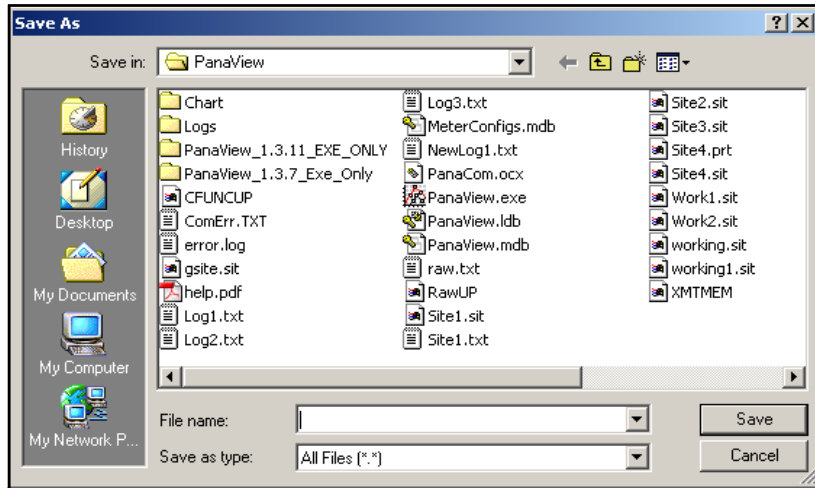

Figura 13: Guardar los datos de la matriz de señales en un archivo
- Si hace doble clic en *A archivo*, se abrirá otra ventana similar a la *de la Figura 13*. Introduzca un nombre de archivo y haga clic en [Guardar]. PanaView guarda los datos de la matriz en un archivo de Windows y cierra la ventana *Calibración/Prueba*.
- Si hace doble clic en *To File (A archivo)*, se abrirá la ventana *Save As (Guardar como)* (similar a la de la *Figura 13* en la *página 47*). Introduzca un nombre de archivo y haga clic en [Guardar]. PanaView almacena los datos de la matriz en un archivo de Windows y cierra la ventana *Calibración/Prueba*.